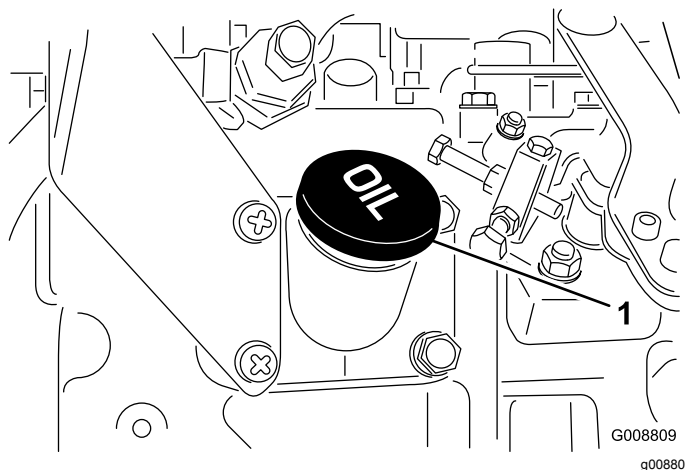

Figura 13
4. Se l'olio non raggiunge i parametri di sicurezza, togliete il tappo di riempimento (Figura 13) e aggiungete olio finché il livello non raggiunge la tacca FULL (pieno). **Non riempite troppo.**